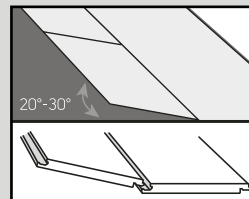
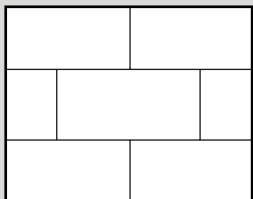
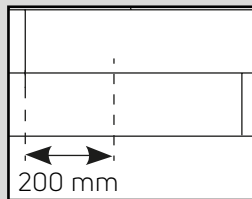

Fig. 3
Fig. 3a
Fig. 3b
4. Empiece la segunda fila embonando la lengüeta en la ranura, sujetando el tablón en un ángulo aproximadamente de 30° y empuje el tablón/azulejo con firmeza en la ranura de la primera fila. Instale el siguiente tablón/azulejo embonando la lengüeta y la ranura a lo largo del borde corto. Junte la lengüeta y la ranura en el lado largo. Facilite la unión de la lengüeta y la ranura en el lado más largo inclinando angularmente el tablón/azulejo entre sí (Fig. 3). Los azulejos y los tablonces deben ser instalados en "intervalos", de manera que las cuatro esquinas nunca se encuentren (Fig. 3a y Fig. 3b)."